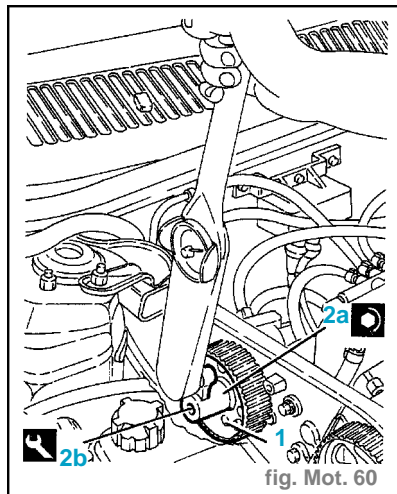

fig. Mot. 60
- Monter la poulie de commande (1) de la pompe de pression. (fig. Mot.60)